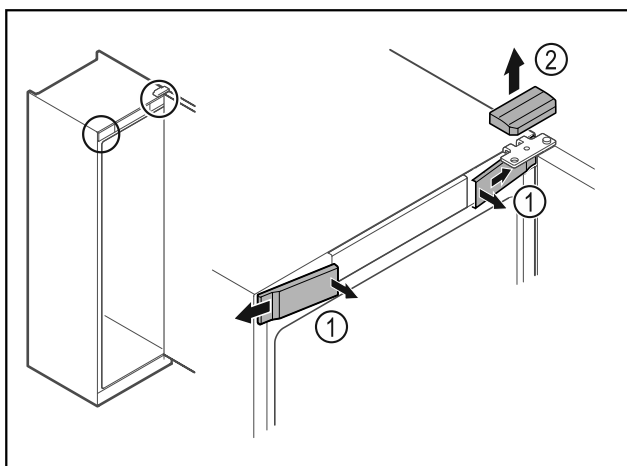

Fig. 6 *
- Uvolněte uvnitř přední kryty Fig. 6 (1) a sejměte je stranou.*
- Horní kryt Fig. 6 (2) odeberte směrem nahoru.*